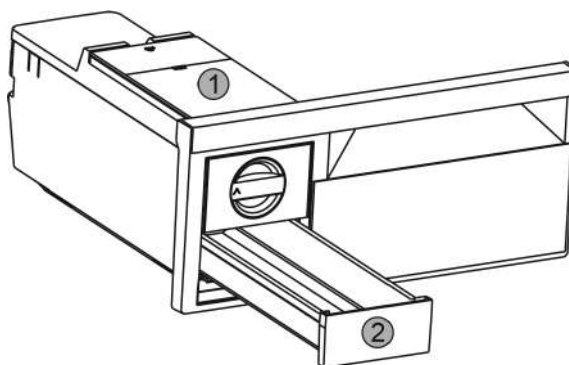

Fig. 39
- ▶ Wassertank Fig. 39 (1) und Eiswürfel-Schubfach Fig. 39 (2) entnehmen.